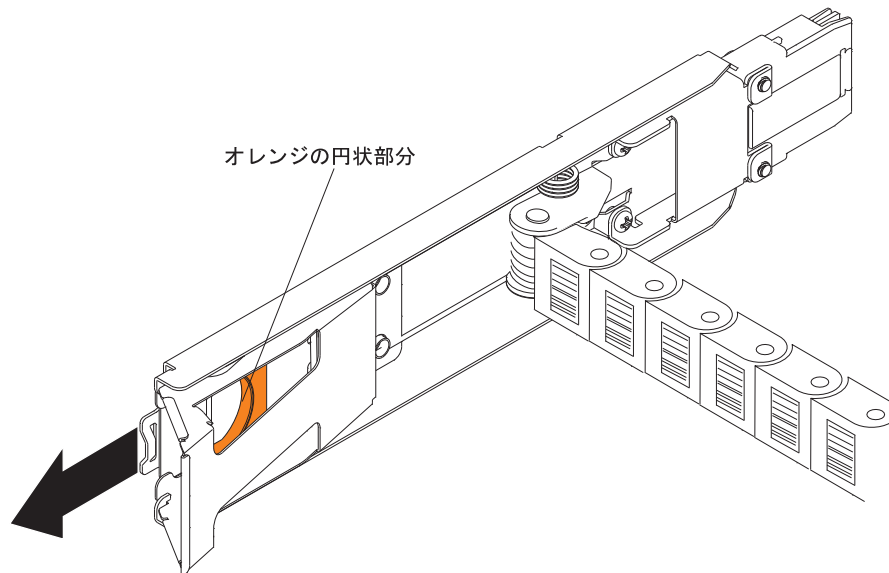

図 94. ミッドプレーンに接続される垂直取り付け金具
- a. ミッドプレーンから右のケーブル・チェーンの取り付け金具を切り離します。オレンジ色のハンドルをつかみ (170 ページの図 94 を参照)、取り付け金具をストレージ拡張エンクロージャーから引き出します。必要であれば、フラッシュライトを使用してオレンジ色の円状の部分を見つけてください。